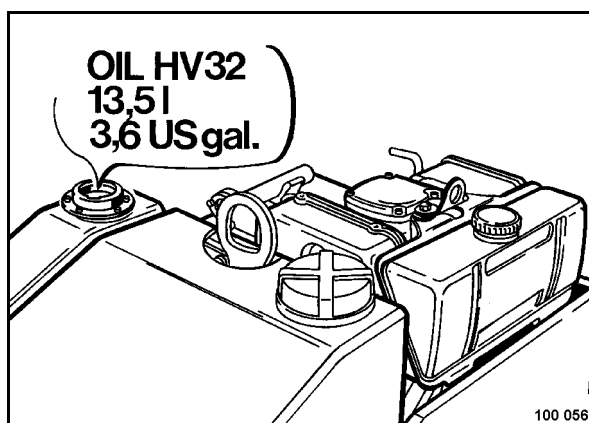

рис. 75
- Залить новое масло для гидросистемы (рис. 75); при этом не вынимать сменный фильтрующий элемент сетчатого фильтра.